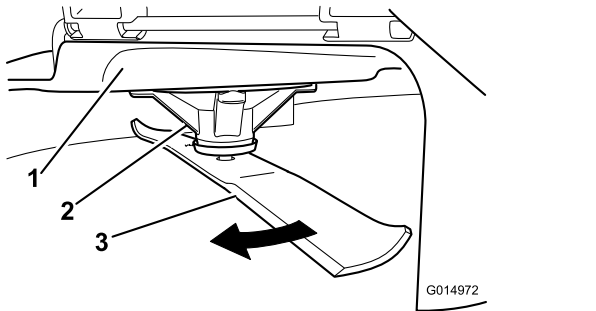

Figura 98
2. Llevando guantes fuertemente acolchados u otro tipo de protección apropiada para las manos, gire la cuchilla lentamente hasta una posición que permita medir la distancia entre el filo de corte y la superficie nivelada en la que descansa la máquina (Figura 98).